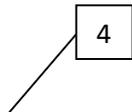

Рисунок 1.
29. Что обозначает нумерация на монтажных схемах, представленная на рис.1, рис.2 и рис.3?